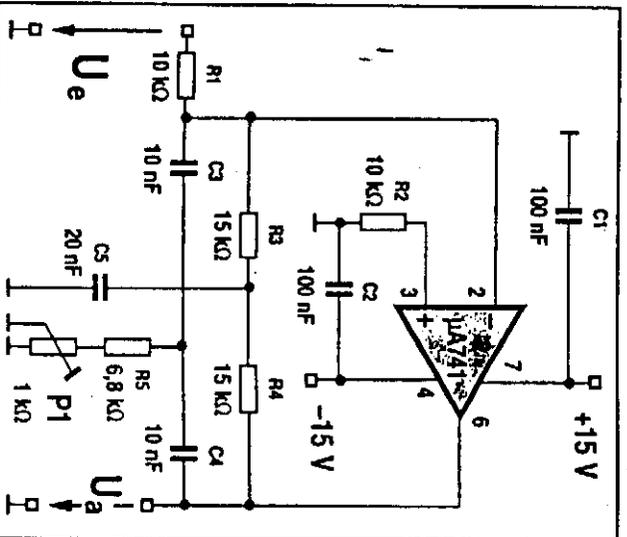

Bild 88: Im Gegensatz zum Kerbfilter bevorzugt dieser selektive Verstärker eine bestimmte Frequenz (hier 1 kHz).
■ Ein im Rückkopplungs-zweig liegendes Doppel-T-Filter kann zu einer sehr selektiven Rückführung dienen (vgl. Sinus-Oszillator Bild 77). Nutzt man diesen Effekt bei einem Verstärker aus, dann läßt der bevorzugt nur diese Mittenfrequenz durch, weil nur dabei die Gegenkopplung Null wird (= maximale Verstärkung; Bild 88).